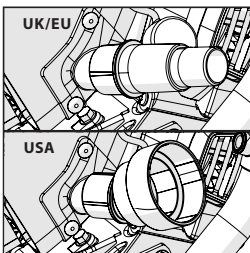

Abb. 14
- Drücken Sie den Anschlussschlauch der Staubabsauganlage unter Verwendung eines passenden Verbindungsstück in den Entstaubungsanschluss. (Abb. 14)